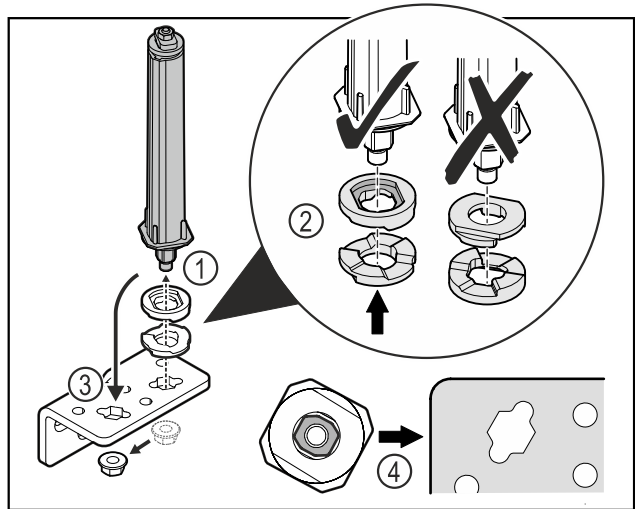

Fig. 34
- ▶ Oldja ki az anyát, és távolítsa el az ajtózáro rendszert Fig. 34 (1).
- ▶ Ügyeljen a magasságállító alátétek helyes beigazítására Fig. 34 (2).
- ▶ Helyezze át az ajtózáro rendszert a zsanéridombban, és rögzítse az anyával Fig. 34 (3).
- ▶ Behelyezéskor ügyeljen az ajtózáro rendszer helyes beigazítására Fig. 34 (4).